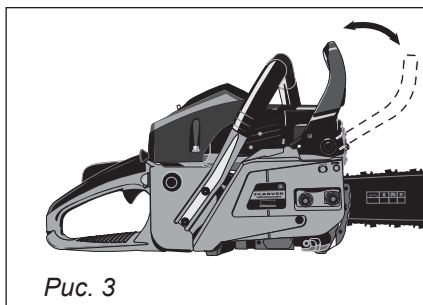

Рис. 3
- Тормоз цепи приводится в действие перемещением рычага брекера вперед и вниз в сторону шины. Для освобождения тормоза сместите рычаг брекера вверх и назад в сторону рукоятки до характерного щелчка (рис. 3).